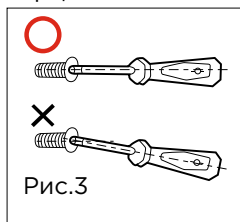

Рис.3
- При вращении нажимайте на торцевой ключ (см. рис.3).